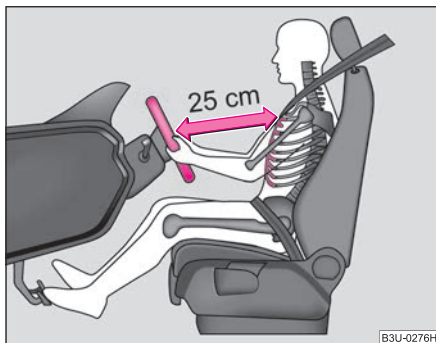

Fig. 102 La distancia correcta entre el conductor y el volante
- Ajuste el volante de tal modo, que la distancia entre el volante y el esternón sea, como mínimo, de 25 cm ⇒ fig. 102.
- El conductor se ha de mantener a una distancia mínima de 25 cm del volante ⇒ página 129, fig. 102. Si no respeta la distancia mínima, el sistema de airbag no podrá protegerle - ¡Peligro de muerte!